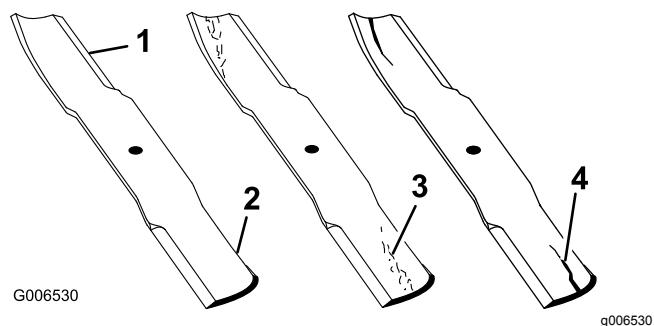

図 72
1. 刃先の部分を点検する図 72。
4. ひび、磨耗、割れの発生などがあれば、直ちに新しいブレードに交換する図 72。